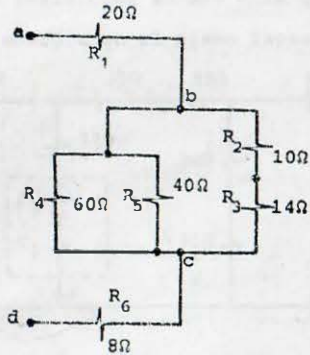

FIGURA P4.1
- 4.1 Para la conexión de resistores de la figura P4.1, calcule la corriente, la diferencia de potencial y la potencia en cada resistor si  $V_{ab} = 120 \text{ V}$ .